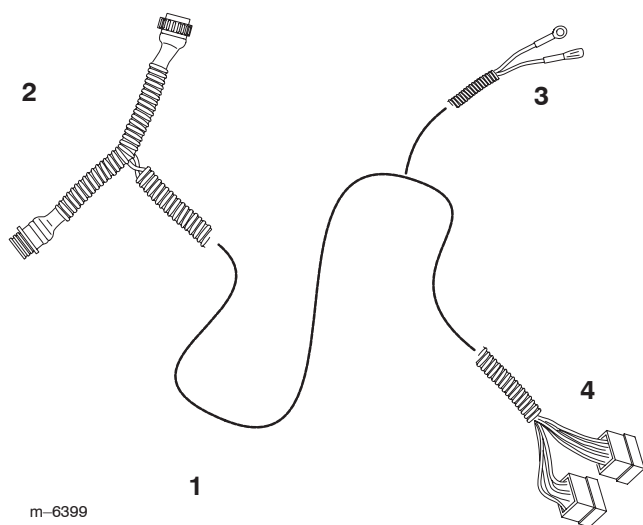

Figure 22
10. Connectez le câble central muni de la cosse rectangulaire au câble coupé de la boîte à fusibles sous le siège du conducteur (Fig. 22 et 25).